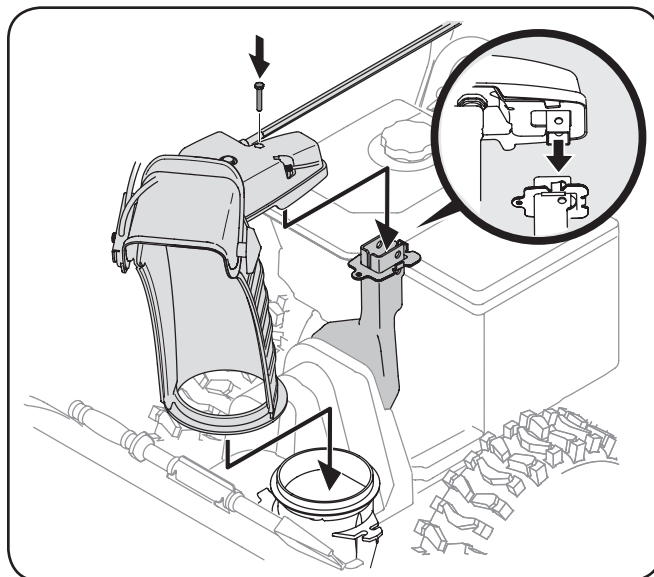

Figura 3-12
3. Lugar en la tolva tolva de base y garantizar la varilla hexagonal está situado bajo el asa del panel. Instalar el perno hexagonal previamente eliminado, pero no seguro con tuerca de mariposa en este momento. Vea la Figura 3-12.